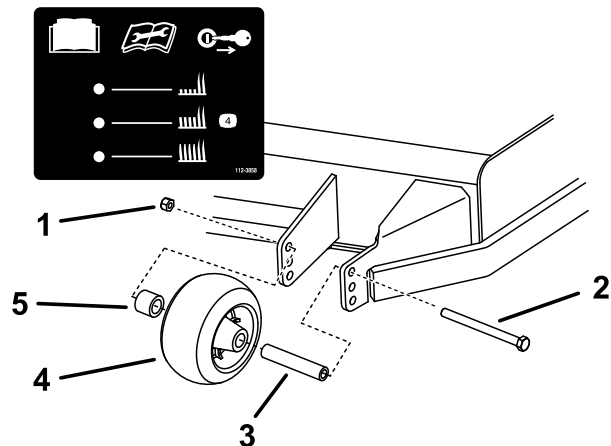
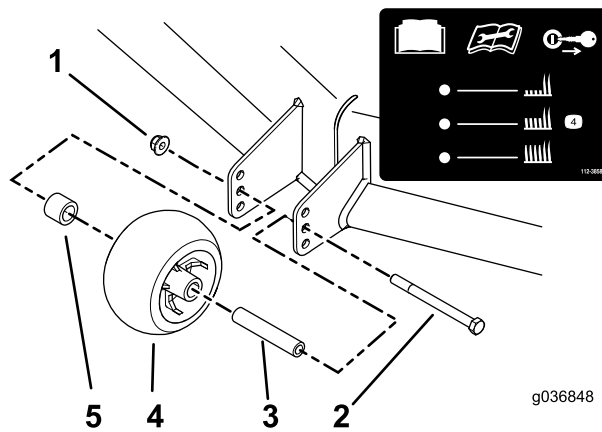

Рисунок 30
Рисунок 31
3. Отрегулируйте защитные валики, как показано на Рисунок 30 и Рисунок 31.